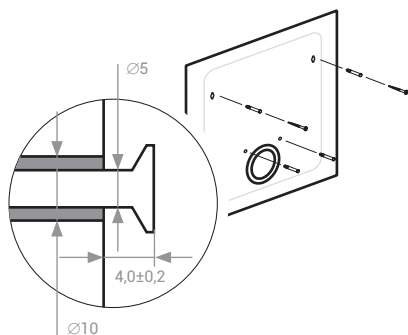

Рисунок 6.4 — Установка дюбелей
6. Установите дюбели в отверстия (рис. 6.4). Установите два самонарезающих винта в отверстия позиции 1 монтажного шаблона согласно выбранному типу размещения устройства.